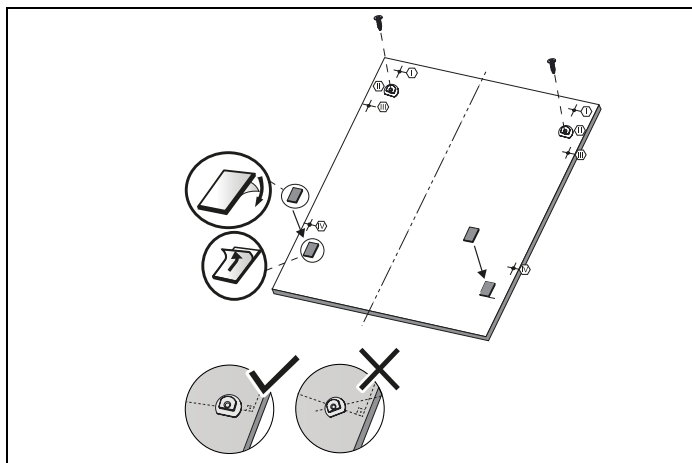

Fig. 25
- 4) Comme indiqué sur la Fig. 25, les supports de porte en plastique sont installés aux positions II et les bandes de fixation de porte en bois sont installées aux positions indiquées sur la figure.